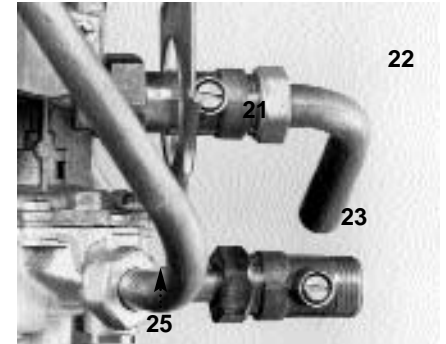

Fig. 4
a) Gaz naturel (fig. 4)
- Un robinet d'arrêt d'eau à bille "23" (fig. 4) embout mâle Ø 1/2"